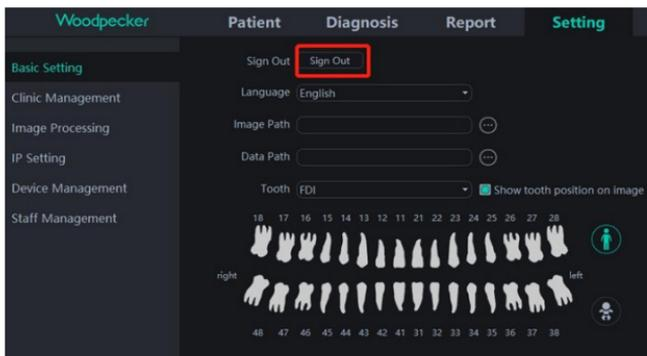

Figura 50
(1) En caso de imagen poco clara, por favor ajuste primero el tiempo de exposición. Si el ajuste repetido del tiempo de exposición no es válido, puede ir al software "Setting" -> "Device Management" para ajustar los parámetros del sensor.
(2) Durante el uso del software, cuando el servidor no está disponible debido a algunas razones, el software entrará en la interfaz de desconexión del servidor, como se muestra en la Figura 50. En este momento, el usuario puede comprobar si la red es normal o reiniciar el servidor.